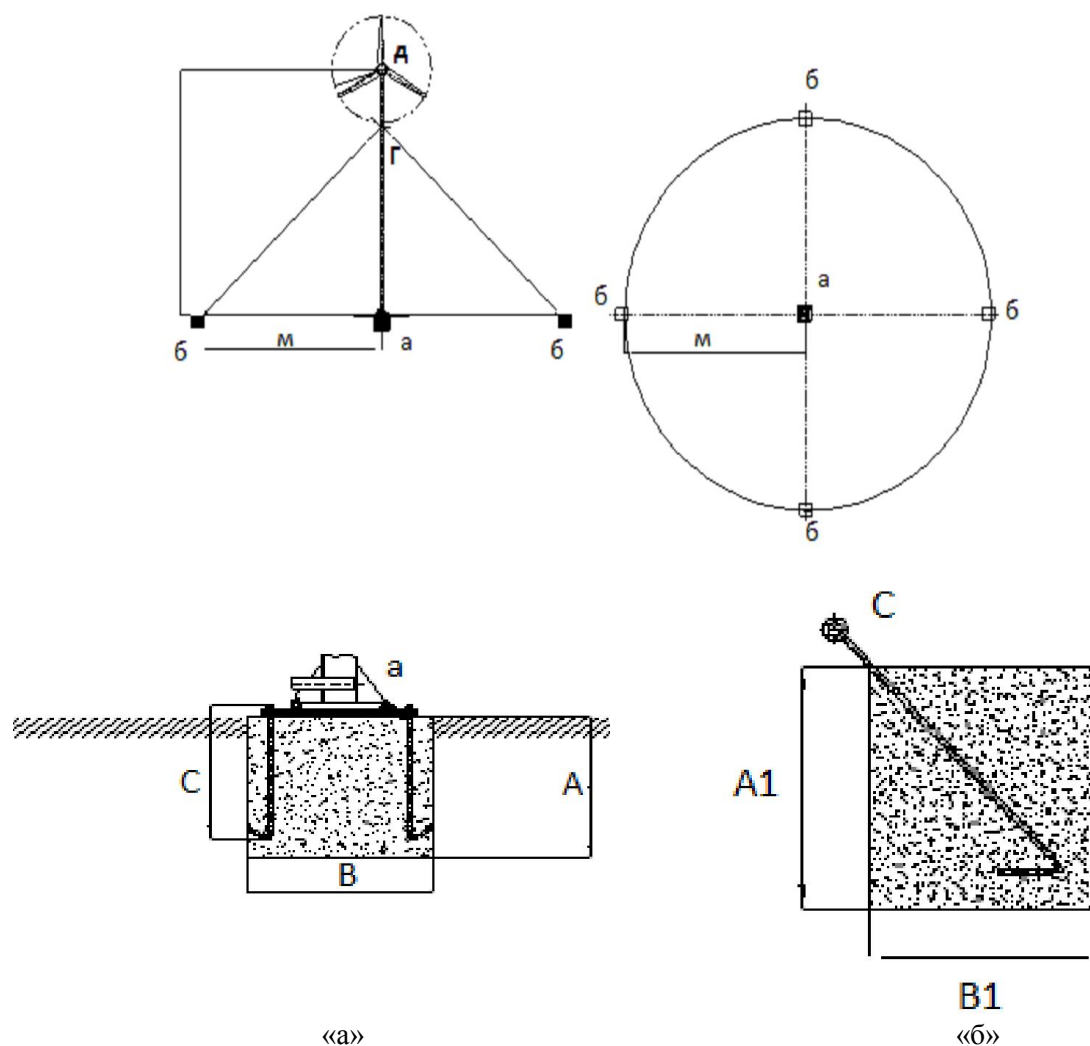

Рисунок 4
Перед началом обустройства фундамента, нужно сделать разметку площадки под установку см. рис. 4 и таблицу 2.
Выкопать ямы (обозначены «б» и «а» на Рис.4) для заливки фундамента анкерных закладок для оттяжек мачты и основания мачты. Ямы «б» должны быть симметричные относительно друг друга, по таблице 2 выбрать размеры фундамента исходя из мощности ветрогенератора. Яму под фундамент - основание ветроустановки - выкопать исходя согласно таблицы 2.
1. Следуя плану бетонной основы (рис.4), выкопайте отверстия для бетонирования, размеры которых указаны в таблице 2.